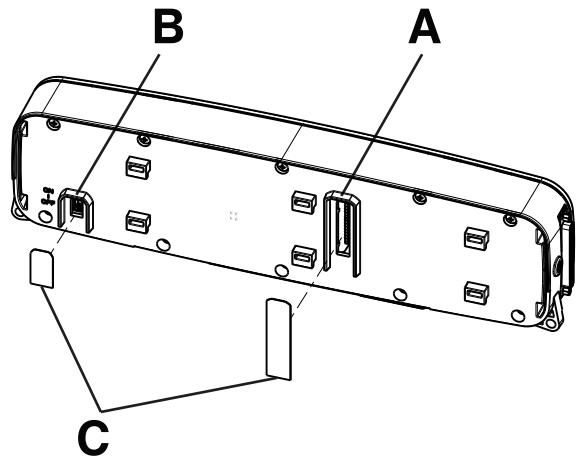

Figure 3 – Configuration des commutateurs
4. À l'aide d'un outil à pointe droit, retirer et jeter l'étiquette (521200380902) (C) qui recouvre le commutateur MARCHE/ARRÊT (B) (Figure 3).
5. Tourner le commutateur MARCHE/ARRÊT (B) en position ARRÊT (Figure 3).
3. À l'aide d'un outil à pointe droit, retirer l'étiquette (521200380902) (C) qui recouvre le commutateur MARCHE/ARRÊT (B) (Figure 3). Conserver l'étiquette.
4. Tourner le commutateur MARCHE/ARRÊT (B) en position ARRÊT (Figure 3).